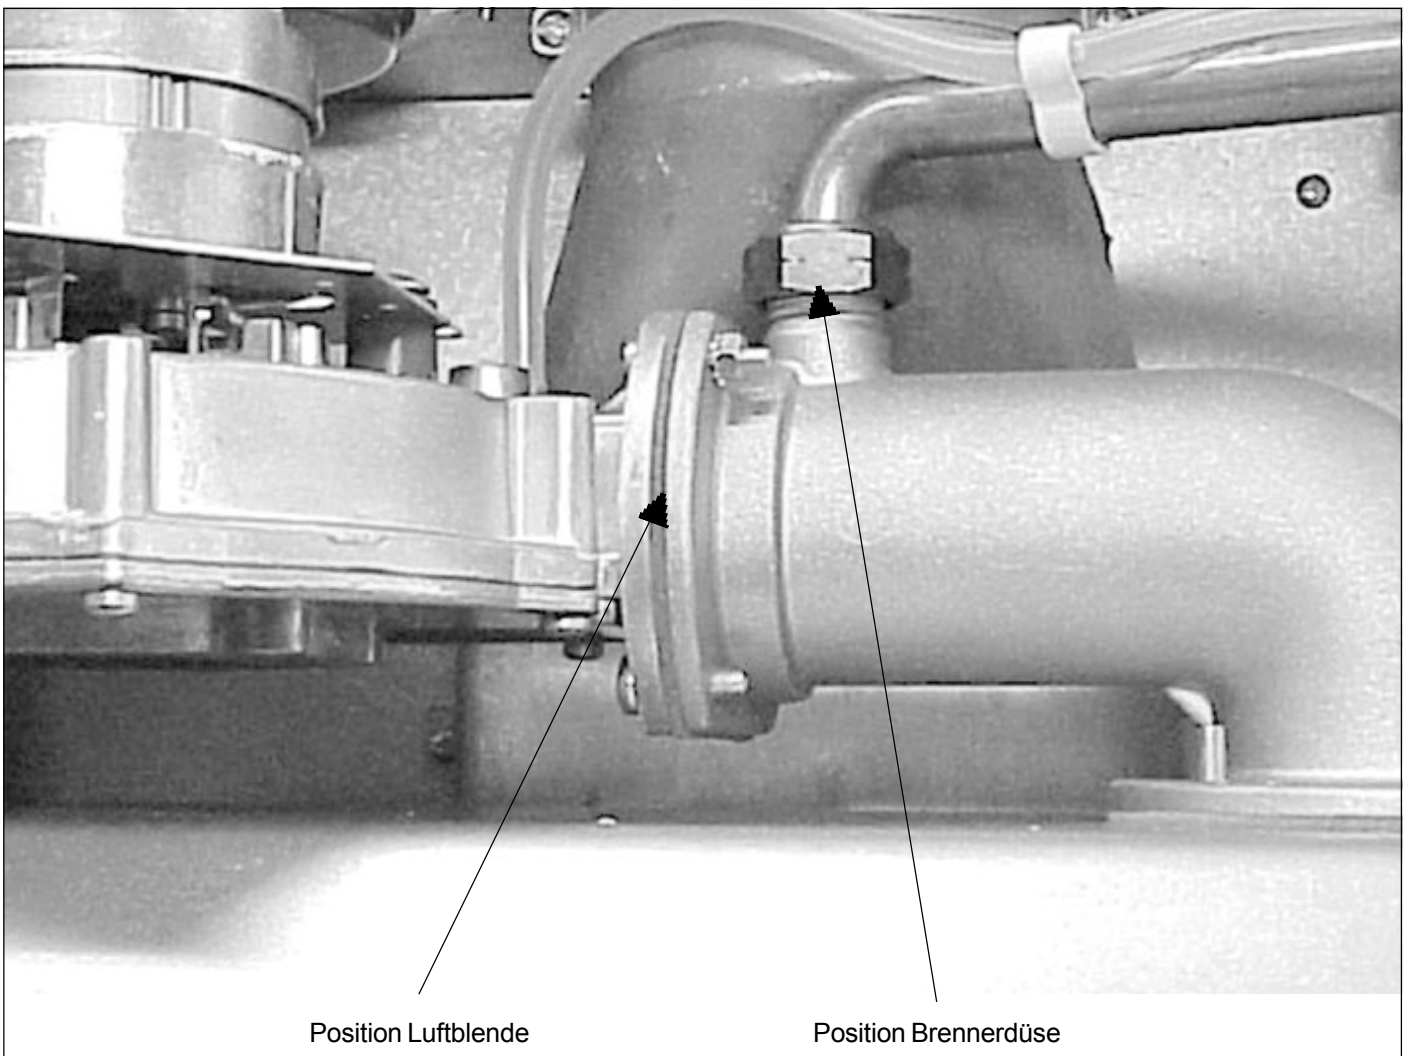

Abb. 14 Position Brennerdüse und Position Luftblende
- Vorhandene Brennerdüse ausschrauben und die neue Düse einschrauben (Abb. 14).
- Vorhandene Brennerdüse ausschrauben und die neue Düse einschrauben (siehe Abb. 14).
- Flansch am Gebläse lösen und Luftblende wechseln (Abb. 14)